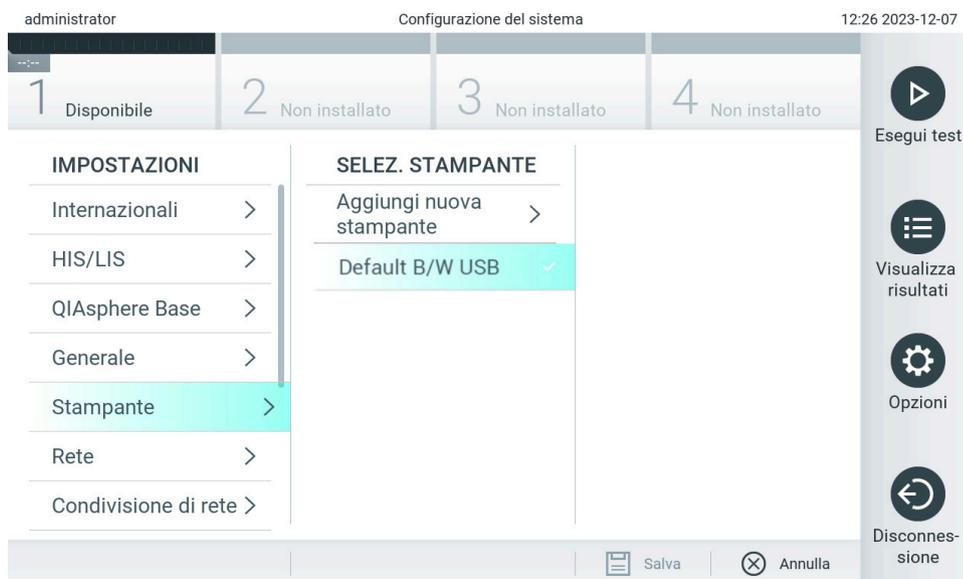

Figura 66. Selezione di una stampante di sistema.
8. Selezionare una stampante dall'elenco delle stampanti disponibili (Figura 66).